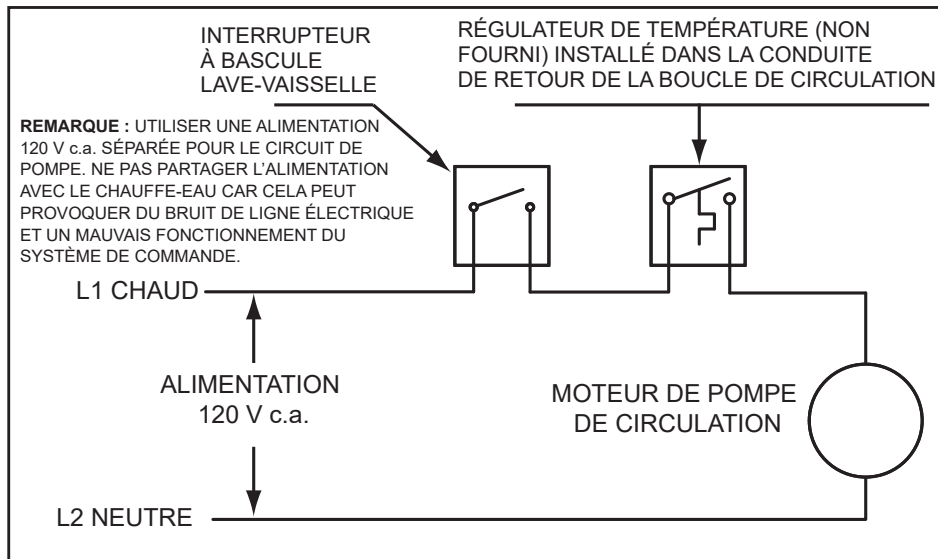

Figure 66. Boucle de recirculation avec lave vaisselle et interrupteur à bascule
7. Si une pompe est installée dans un circuit recirculation entre le chauffe-eau et un conducteur de lave-vaisselle commercial comme à la *Figure 66* (page 72).